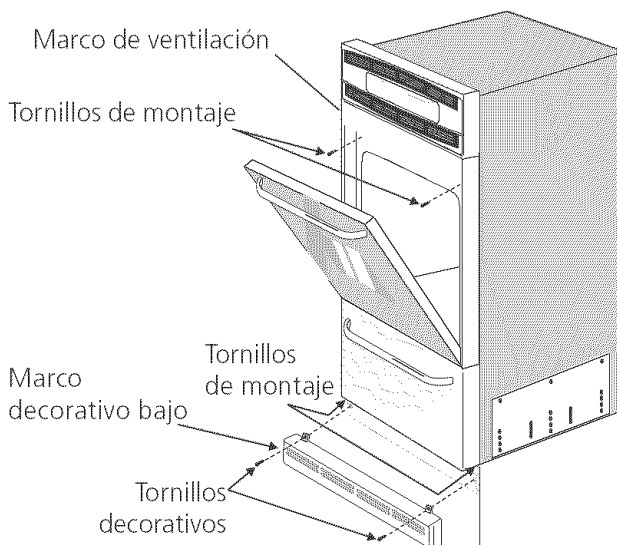

Figura 5
Para ajustar el artefacto al gabinete (figura 5):
2. **Facultativo:** Instale el marco decorativo bajo el artefacto (como lo muestra la figura 5) utilizando los 2 tornillos decorativos proporcionados con el artefacto.